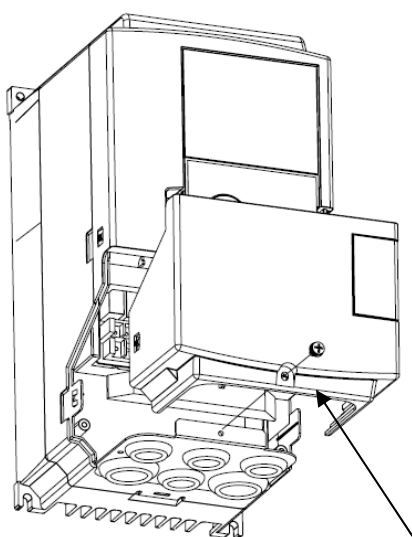

图 1
- 1、拧下 M4 螺丝，用手将两边的卡勾向内按住，即可卸下下盖板（图 1）。